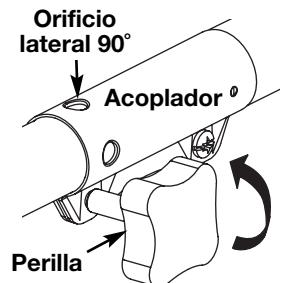

Fig. 2
- Mientras sostiene el accesorio con firmeza, empújelo en línea recta en el acoplador (Fig. 2).